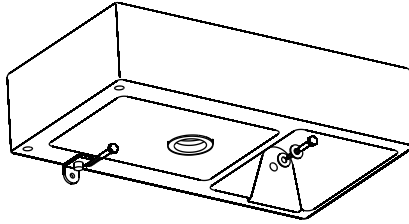

Fig. 4
- Posicionar o lavatório na linha traçada e marcar a posição dos furos (Fig. 4).